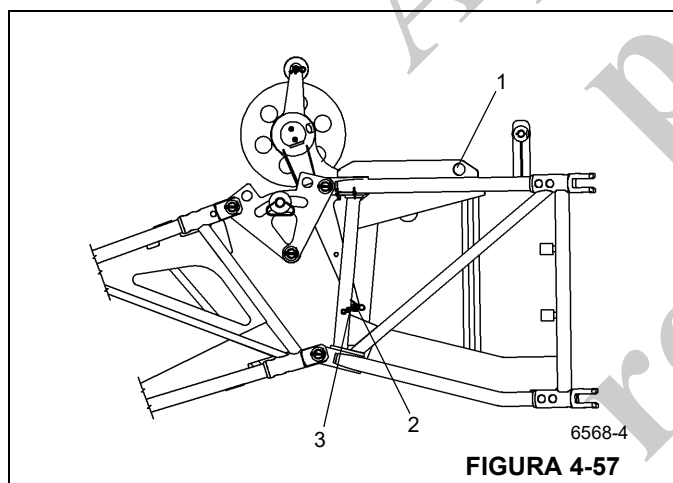

FIGURA 4-57
- Remova o pino (2) do furo (1) Figura 4-57.
- Dobre a polia defletora para cima e fixe com o pino no furo (3).